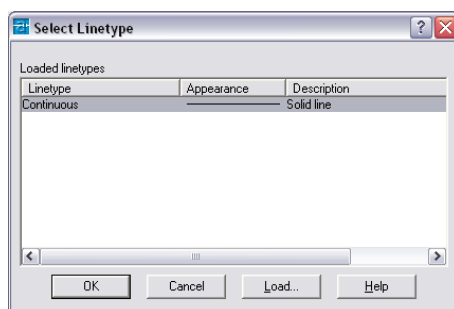

рис. 6
6. **Linetype.** Тип линии. Это параметр позволяет выбрать тип линии. Но по умолчанию, в чертеже AutoCAD предлагается только один тип линий – continuous (продолженная). Все остальные линии хранятся в отдельных файлах, и в программе есть специальная библиотека типов линий, которые для использования надо предварительно загрузить в чертеж. При нажатии на название типа линии появляется окно, изображенное на рис. 6. В нем перечислены все загруженные на этот момент типы линий. Чтобы добавить в список новые типы линий, нужно нажать на кнопку load (загрузить).
В этом окне следует выбрать нужную линию, нажать кнопку OK, окно пропадет, и в окне на рис. 6 появится в списке новая строка. Теперь здесь нужный тип линии следует выбрать еще раз, и снова нажать кнопку OK. Тип линии задан.